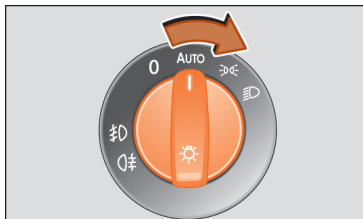

Abb. 114 Instrumententafel: Lichtschalter.
- Lichtschalter in die gewünschte Position drehen » Abb. 114.